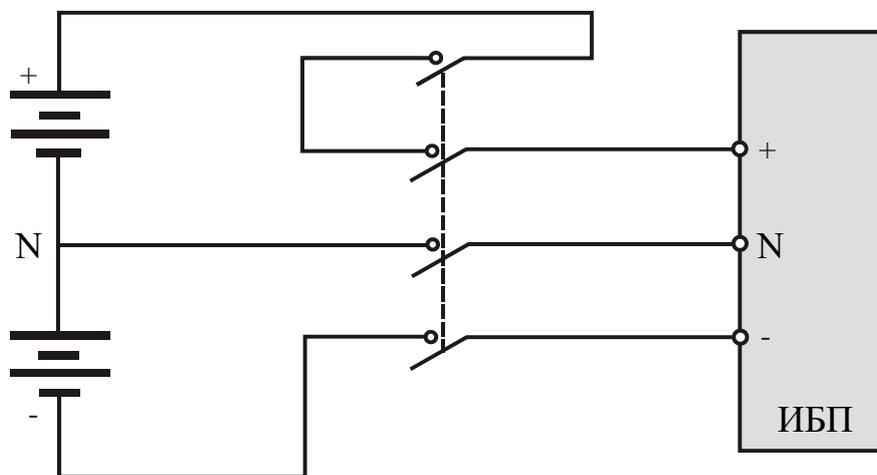

Рисунок 7-2. Схема подключения батарей, выключателя батарей и ИБП (трехпроводное подключение батареи, 30–44 батареи)
2. Если внешние батареи имеют центральный отвод (от батареи отходят 3 провода), рекомендуется использовать один 4-полюсной автоматический выключатель постоянного тока в литом корпусе. Номинальное напряжение постоянного тока автоматического выключателя должно отвечать следующим требованиям: 250, 500 или 750 В постоянного тока при 1, 2 или 3 полюсах соответственно, а номинальная предельная отключающая способность при коротком замыкании должна составлять 35 кА. Количество гальванических элементов: 30 — 44. См. схему подключения батарей, выключателей батарей и ИБП на рис. 7-2.